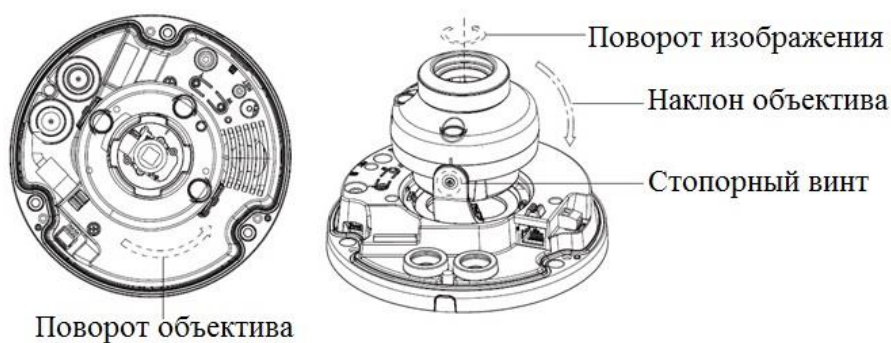

Рисунок 5
4.7 Ослабьте два стопорных винта с обеих сторон и отрегулируйте объектив для получения требуемого угла обзора (рис.5).